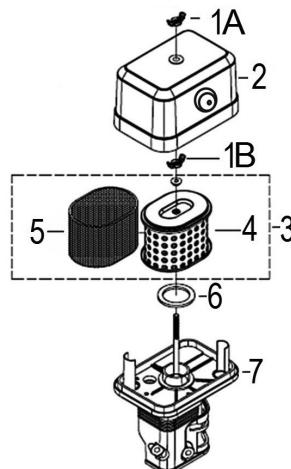

Рис. 30 Обслуживание воздушного фильтра
1. Открутите барашковую гайку 1A и снимите крышку 2 воздушного фильтра (Рис. 30).
2. Открутите барашковую гайку 1B и снимите воздушный фильтр 3 в сборе (Рис. 30).
3. Проверьте целостность и чистоту фильтрующих элементов. Поролоновый (предварительный) фильтрующий элемент 5 установлен на корпусе бумажного фильтрующего элемента 4 (Рис. 30).
5. Произведите очистку основания 7 и крышки 2 воздушного фильтра, не допуская попадания пыли и грязи в воздуховод, ведущий к карбюратору (Рис. 30).
7. Перед установкой воздушного фильтра убедитесь, что уплотнительное кольцо 6 воздушного фильтра находится на месте и не имеет повреждений (Рис. 30).